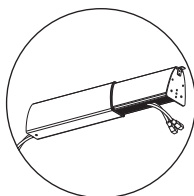
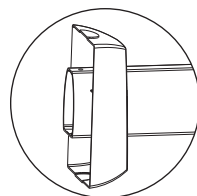
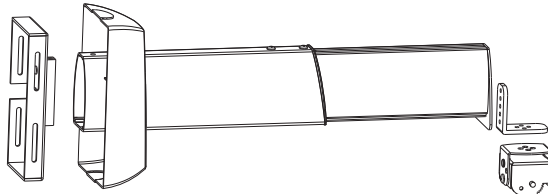
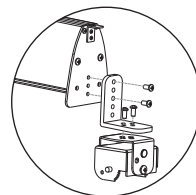

图1
图2
图3
图4
- 首先把线材收纳到安装支杆内, 如图1。然后把底盖套入吊架支杆, 如图2。把后安装板安装到吊架支杆, 紧固螺丝(配件⑤), 如图3。把前安装板安装到吊架副杆的面板上, 再把角度调节器安装到前安装板上, 紧固螺丝(配件⑥), 如图4。